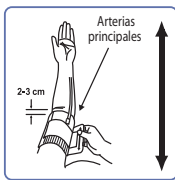

Fig. 3
3. Introduzca el brazo a través del bucle formado por el manguito. La parte inferior del manguito deberá situarse unos 2-3 cm por encima del codo. El tubo debe situarse sobre la arterial braquial en la cara interna del brazo (Fig. 3).